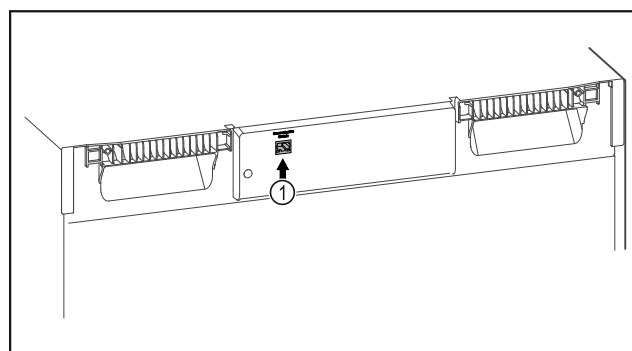

Fig. 94
- SmartModule Fig. 94 (1) установлен.